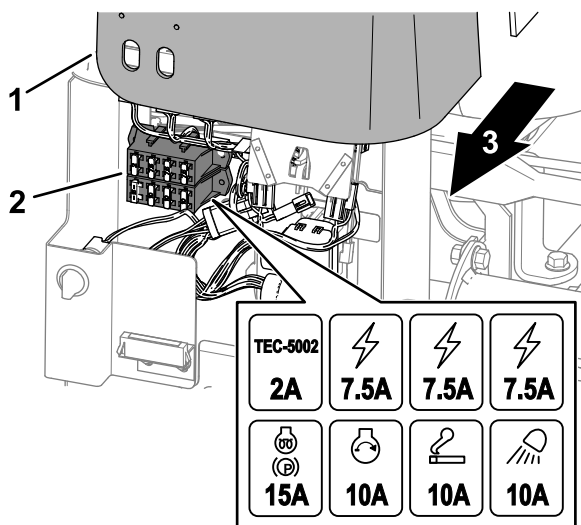

图 70
1. 从控制臂上提起盖子图 70。
2. 在保险丝座或保险丝盒中找到熔断的保险丝图 70。
4. 将盖子组装到控制臂上图 70。